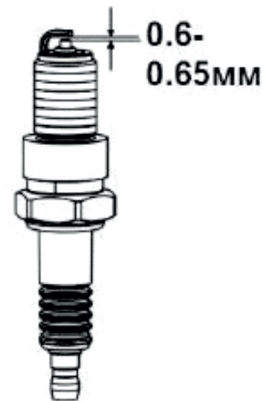

Рис. 10
4. Измерьте зазор между электродами свечи зажигания специальным щупом. Зазор должен быть 0,6–0,65 мм (Рис. 10). При увеличении или уменьшении требуемого зазора рекомендуется заменить свечу, так как регулировка зазора может привести к изменению качества искрообразования.